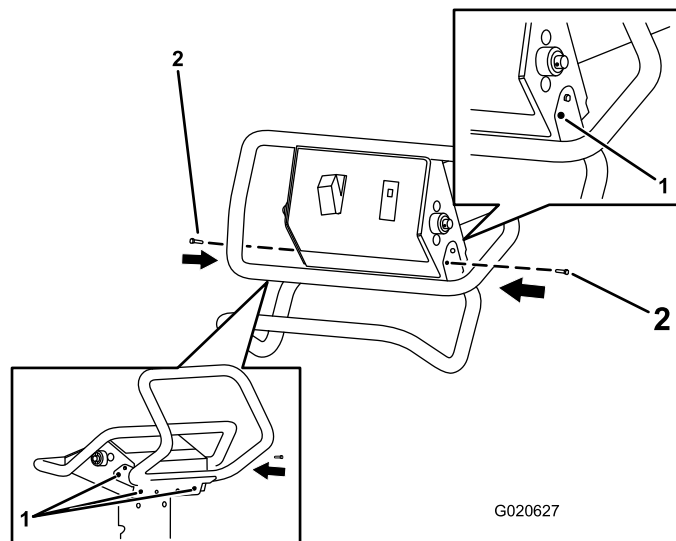
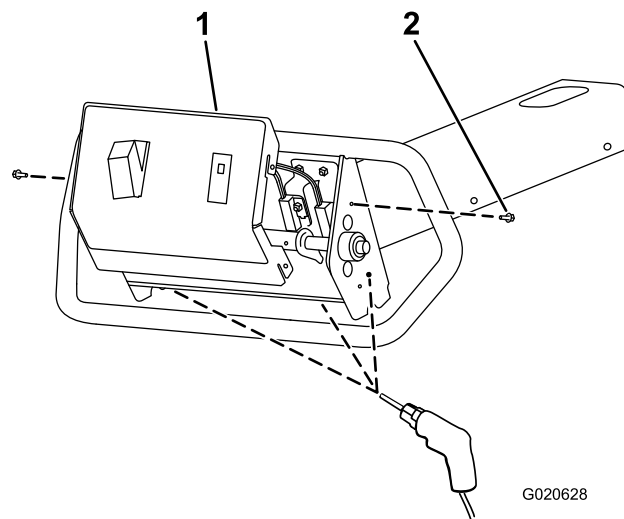

Figure 2
Figure 3
5. Fixez la poignée au cadre avec les 2 boulons à tête hexagonale (10-24 x 3/4 po), comme montré à la Figure 2.
1. Retirez les 2 boulons à tête hexagonale (10-24 x 1/2 po) du cadre (Figure 3).
2. Déparez le couvercle de commande du cadre (Figure 3).
3. Débranchez le faisceau de câblage du commutateur et de l'éclairage sur le couvercle de commande (Figure 3).
4. Percez 4 trous (10 mm) dans le cadre aux emplacements repérez à l'opération 6 de la procédure1 Marquage du cadre (page 1) ; voir aussi la Figure 2 et la Figure 3.